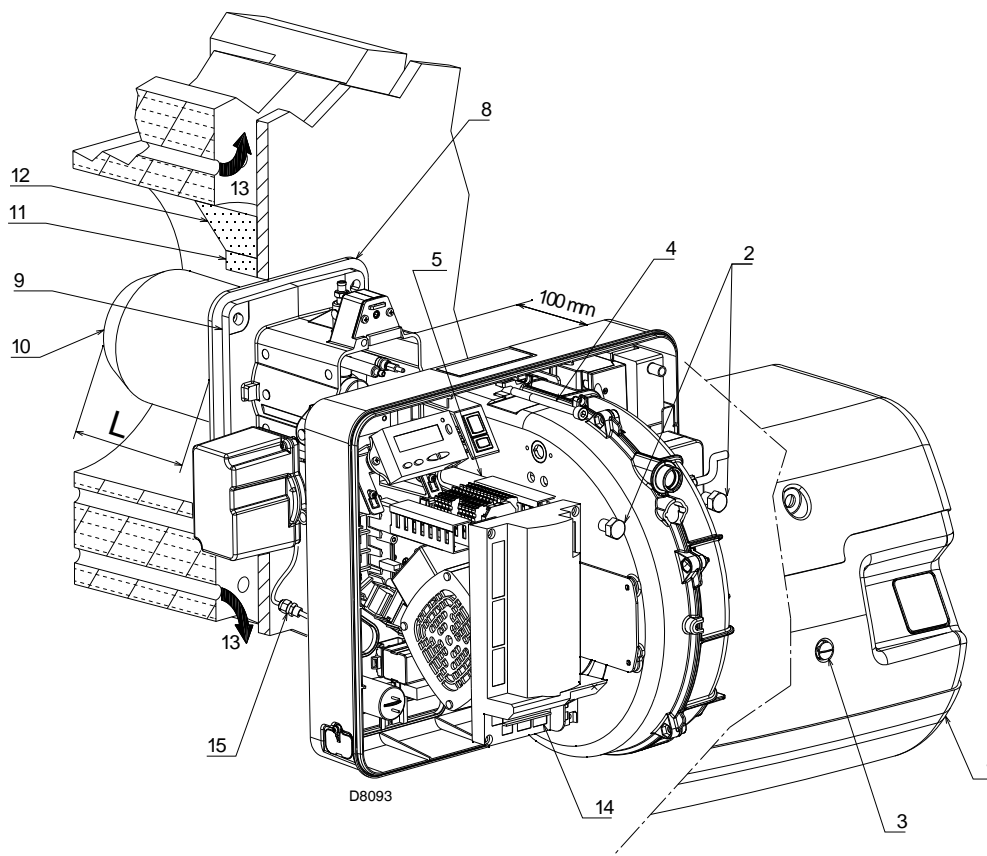

Fig. 12
Para calderas con paso de humos delantero 13), realizar una protección de material refractario 11), entre el material refractario de la caldera 12) y el tubo llama 10). Esta protección debe permitir el desplazamiento del tubo de llama. Véase Fig. 12.
Luego separar el cabezal de combustión del resto del quemador, Fig. 12.
Fijar la brida 9)(Fig. 12) a la placa de la caldera, intercalando la protección aislante 8)(Fig. 12) suministrada.
- volver a montar el quemador en las guías 3) aproximadamente a 100 mm del manguito 4) - quemador en la posición ilustrada en la Fig. 12;
- conectar el conector macho del servomotor 14)(Fig. 12) y enroscar el anillo pasacable 15)(Fig. 12);